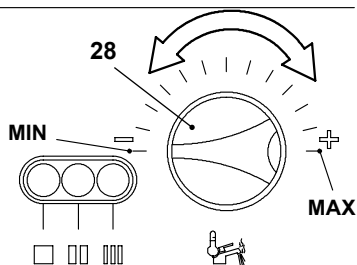

Figura 7.5
• Ruotare la manopola di temperatura sanitari 28 al minimo Figura 7.5